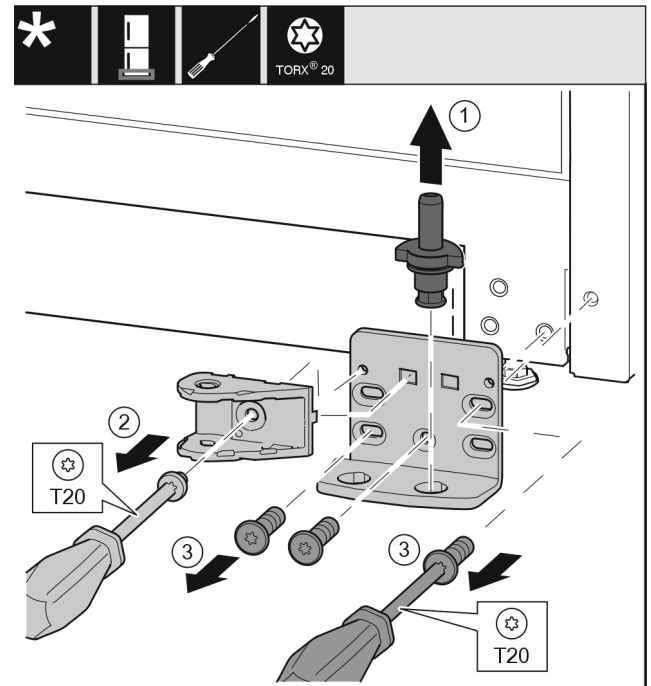

Fig. 34 \*
- ▶ Izvelciet pilnīgi ārā uz augšu gultņa tapu. Fig. 34 (1)\*
- ▶ Izskrūvējiet skrūvi ar skrūvgriezi T20 un noņemiet durvju amortizatora savienojumu. Fig. 34 (2)
- ▶ Izskrūvējiet skrūves ar skrūvgriezi T20 un noņemiet gultņa balstu. Fig. 34 (3)\*